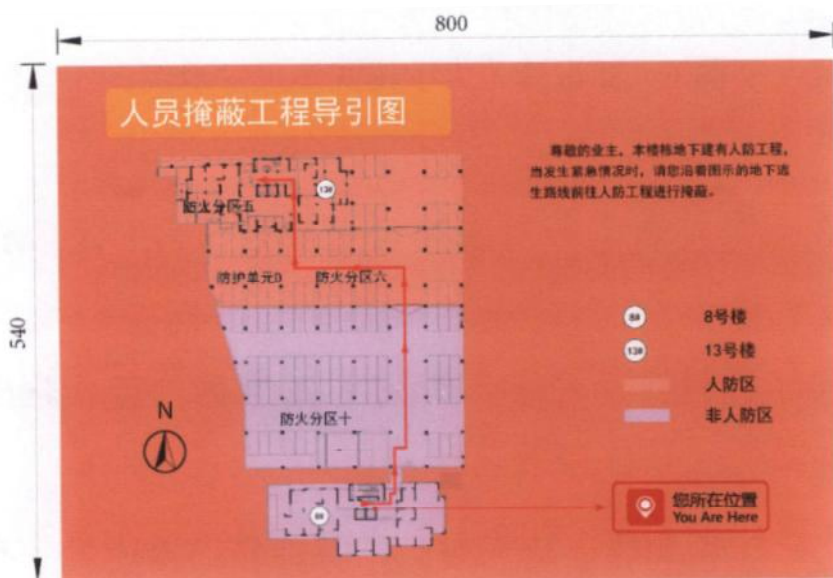
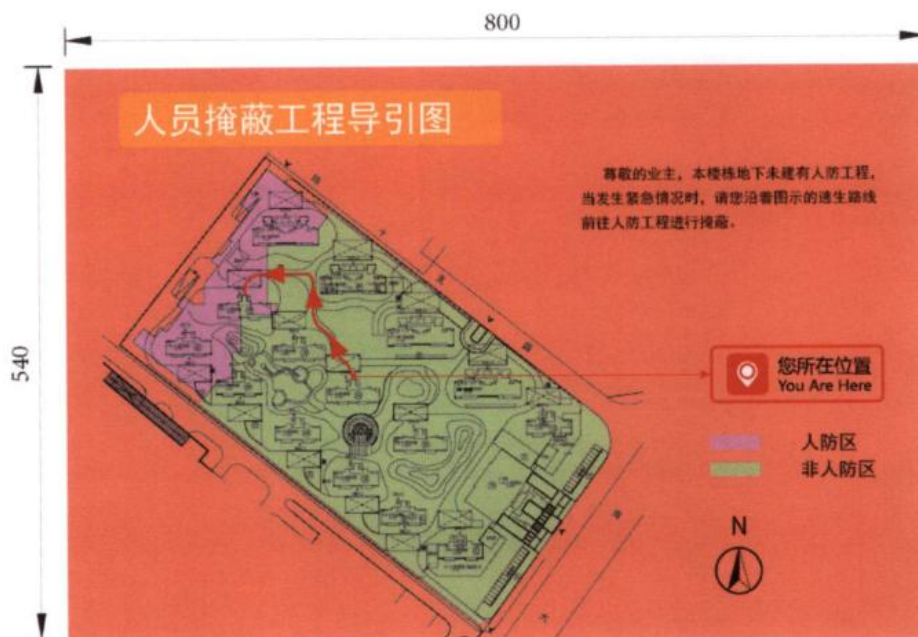

图 8 本楼栋地下能直通人防工程的导引标识牌样式及尺寸示例
图9 本楼栋地下不能直通人防工程的导引标识牌样式及尺寸示例
3.7 在地面一层楼梯间或电梯厅入口墙面醒目位置,应设置人员掩蔽工程导引标识牌。标识牌材质为厚度不小于5mm 的双面亚克力板,UV 打印。标题字体为国标黑体,字高50mm,正文字体为微软雅黑,正文字高10mm,右侧标注字体为微软雅黑,字高30mm。本楼栋地下能直通人防工程的导引标识牌样式及尺寸示例见图8。本楼栋地下不能直通人防工程的导引标识牌样式及尺寸示例见图9。